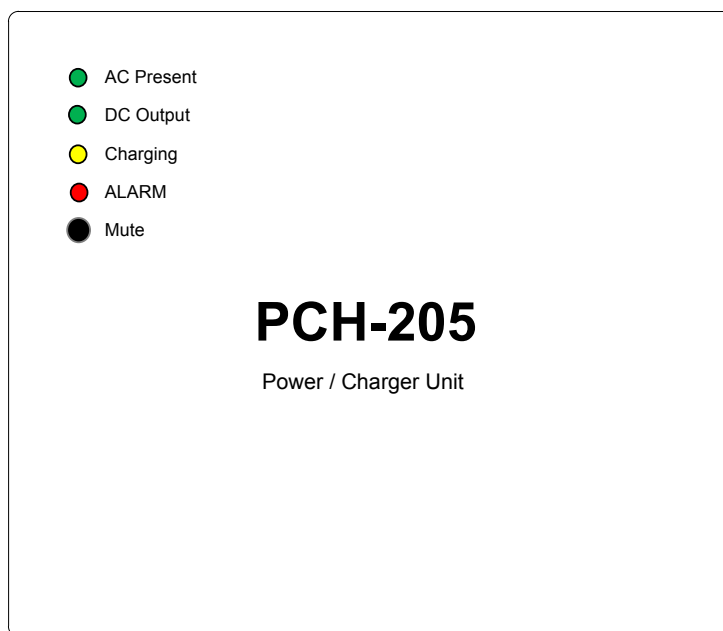

Рисунок 5. Расположение органов управления и индикации
В базовом исполнении устройства имеются следующие органы управления и индикации: четыре светодиода, индицирующих состояние и режим работы БП (смотрите Рисунок 5) и кнопка квитирования звуковой сигнализации.
1. Светодиоды «AC Present», «DC Output», «Charging», «ALARM» – предназначены для индикации текущего режима работы (смотрите Рисунок 5, Таблица 3).